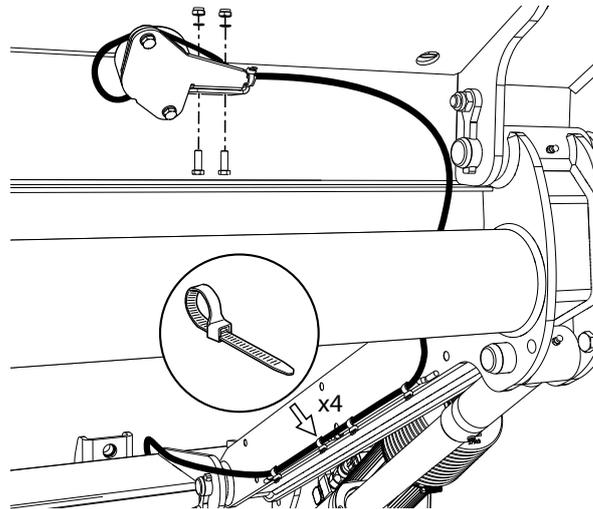

Abb. 58. Einbau des Winkelsensors
1. Den Winkelsensor mit den dazugehörigen Schrauben, Muttern und Einschüben an der Plattform anbringen und das Kabel mit Kabelband befestigen, siehe Abb. 58.